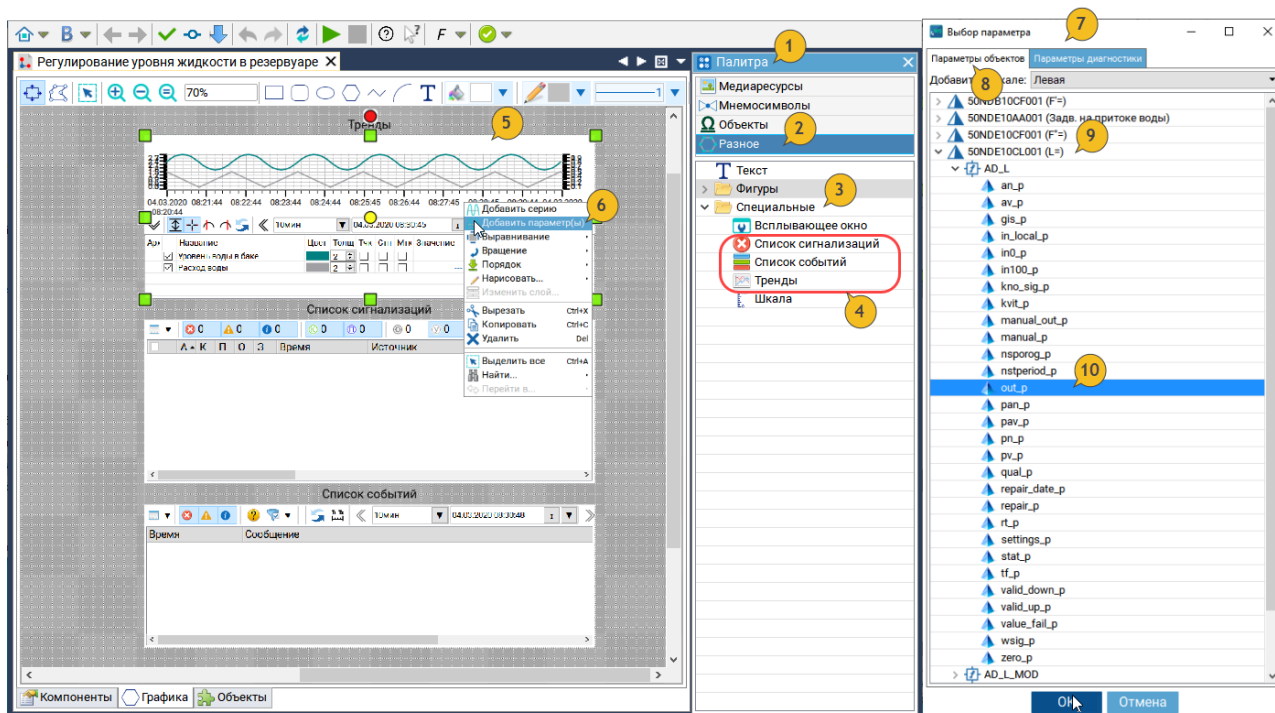

Рисунок 42 - Реализация отображения и контроля за регулируемыми параметрами
- для отображения и контроля за регулируемыми параметрами, выполните действия, описанные ниже (рисунок 42):
- о на панели **Палитра** (1) **Графического редактора** щёлкните на пункте меню **Разное** (2), выберите из списка **Специальные** (3): **Тренды**, **Список сигнализаций**, **Список событий** (4) и перетащите их в область рисования, удерживая левую кнопку мыши.
- о нажмите правой кнопкой мыши на окно **Тренды** (5) и из выпадающего списка выберите **Добавить параметр** (6).
- о в открывшемся окне **Выбор параметра** (7) на вкладке **Параметры объектов** (8), в узле датчика уровня **50NDE10CL001** (9) раскрыть узел примитива **AD_L**;
- о выделите параметр **out_p** (10).